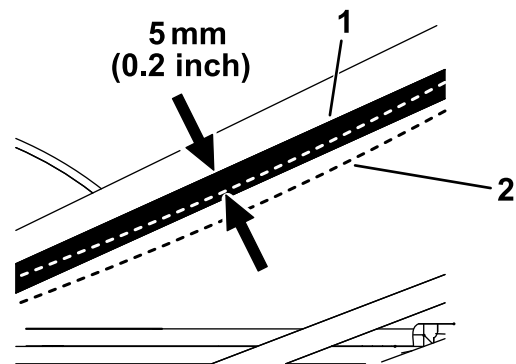

Figura 28
5. Folosind un tensiometru cu un singur cilindru, apăsați în jos cureaua pentru a verifica tensionarea după cum urmează (Figura 28):